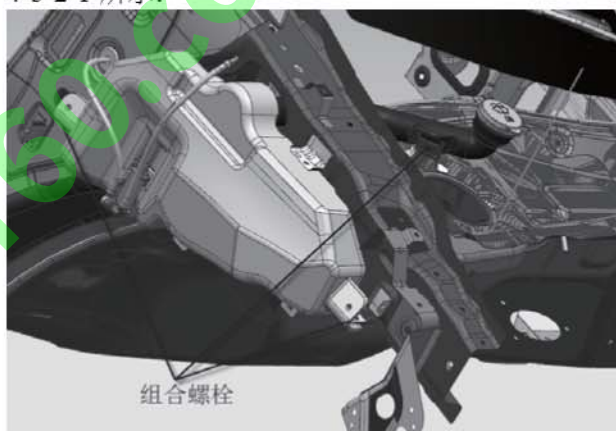

图 4-3-2-1
3) 将壶口固定在流水槽上洗涤壶支架上的组合螺栓拆除，拔出壶颈，如图 4-3-2-1。
4) 卸下其他固定壶体的两个组合螺栓。如图 4-3-2-1 所示：